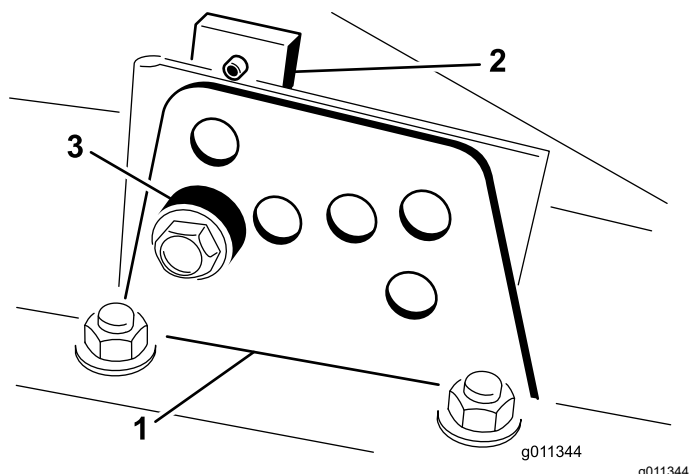

Figura 22
2. Slăbiți urubul care fixează fiecare consolă pentru înălțimea de tăiere la placa pentru înălțimea de tăiere (față de fiecare parte), aa cum este indicat în Figura 22.
4. În timp ce susineți camera, îndepărtați distanțierul (Figura 22).